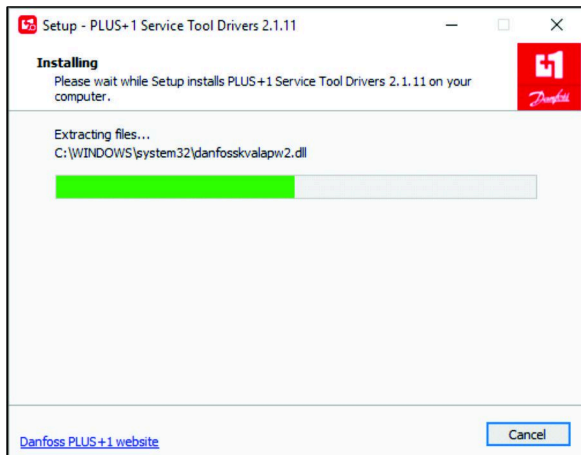

Figura 31
**Nota:** A caixa de diálogo de progresso (Figura 31) é exibida.